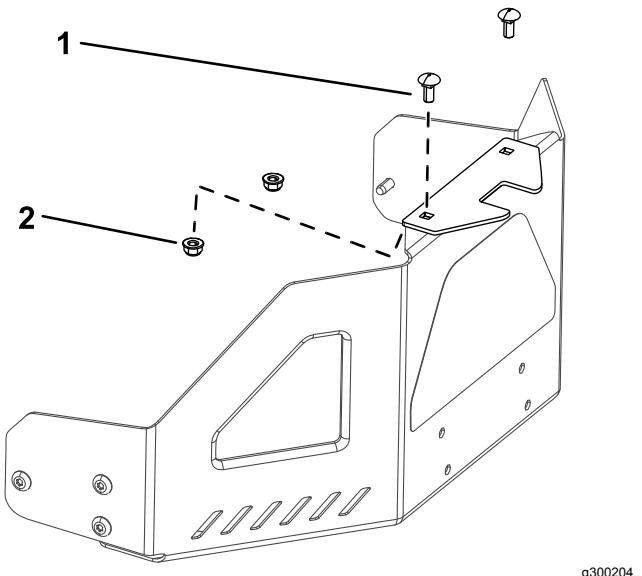

Figura 5
1. Montate la staffa di stabilizzazione sulla protezione del motore utilizzando 2 bulloni a testa tonda (5/16 x 3/4") e 2 dadi di bloccaggio (5/16") (Figura 5).